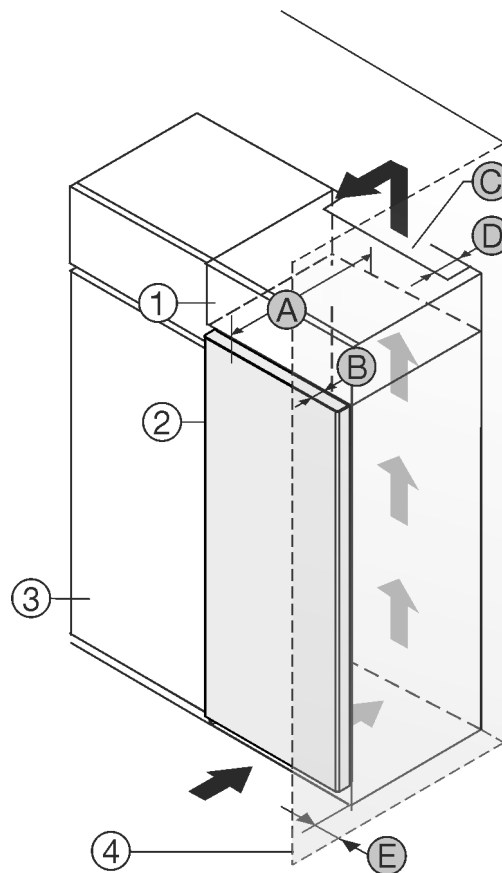

Fig. 1
- (1) Overskab \*
- (2) Apparat \*
- (3) Køkkenskab \*
- (4) Væg \*
- (A) Apparatdybde \*
- (B) Dørens dybde \*
- (C) Ventilationstværsnit \*
- (D) Afstand, apparatets bagside \*
- (E) Afstand til apparatets side \*
Du kan opstille apparatet direkte ved siden af køkkenskab *Fig. 1 (3)*.\*
På bagsiden af overskabet skal der være en ventilationskanal med dybden *Fig. 1 (D)* over hele overskabets bredde.\*
Ventilationstværsnittet *Fig. 1 (C)* under rummets loft skal overholdes.\*
Hvis apparatet opstilles med hængslerne ved siden af en væg *Fig. 1 (4)*, skal afstanden mellem apparatet og væggen være mindst 13 mm.\*
Hvis apparatet opstilles med hængslerne ved siden af en væg *Fig. 1 (4)*, skal afstanden mellem apparatet og væggen være mindst 20 mm.\*
For at døren kan åbnes helt, skal apparatet rage frem med dørens dybde *Fig. 1 (B)* i forhold til køkkenskabets forside. Apparatet kan rage mere ud afhængigt af køkkenskabenes *Fig. 1 (3)* dybde og anvendelsen af vægafstandsholdere.\*